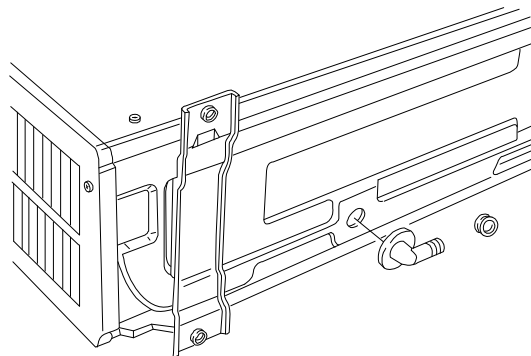

Fig.3
f) Acqua di condensa o acqua prodotte nel corpo esterno durante il lavoro, si devono convogliare o rimuovere attraverso drenaggio. Viene montato manicotto o flessibile per garantire la libera uscita dell'acqua (Fig.3).